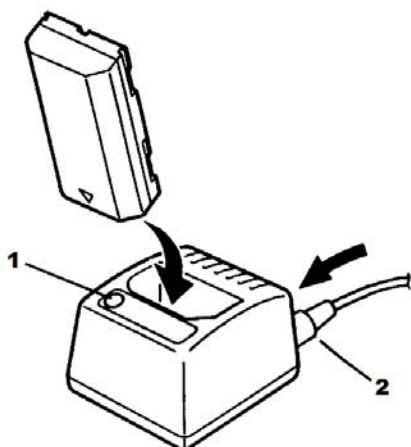

Figura 4. Diagrama del cargador de batería
- Conecte la salida del adaptador de CA en el puerto de entrada del cargador como se observa en la Figura 4.
- Simplemente coloque la batería en su lugar como se muestra en la Figura 4. Asegúrese de que los dos contactos dorados de la batería se ubiquen hacia abajo.